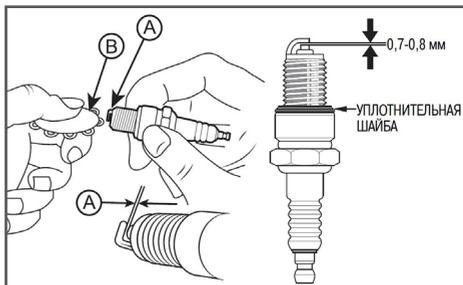

Рис. 39. Проверка межэлектродного зазора
4. Измерьте зазор А между электродами свечи зажигания специальным щупом В. Зазор должен быть 0,7-0,8 мм (Рис. 39). При увеличении или уменьшении требуемого зазора, рекомендуется заменить свечу, так как регулировка зазора может привести к изменению качества искрообразования.